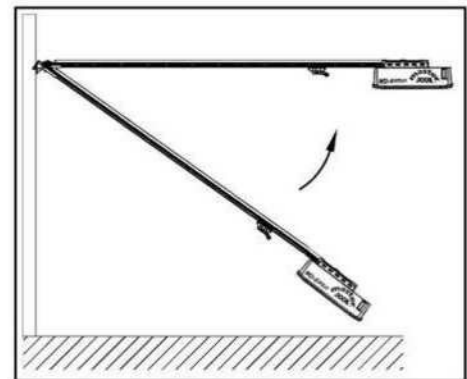

Fig.21
2. Coloque el Abrepuertas de Garage ensamblado con el Riel de Acero centrado sobre el Piso del Garage, con el Abrepuertas de Garage alejado del Portón. Levante la parte Delantera del Riel hasta el Soporte de la Pared (Fig.20) y Fijelo con el Pasador del Soporte de Pared. (Fig.21)
3. Levante y Apoye el Abrepuertas de Garage con una Escalera, Alinee el Riel con la Línea Central marcada en el Portón, el Riel debe quedar a nivel (Fig.21). Fije el Abrepuertas de Garage y el Riel al Techo mediante los Soportes Tipo "L". (Fig.21)